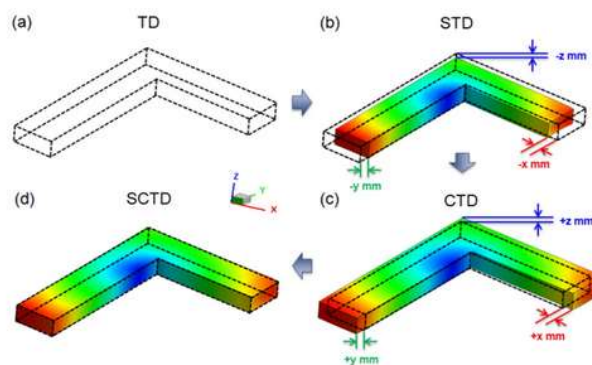

Fig.1 A schematic flowchart of 3D VSCM
Fig.1 è un modello (Forma ad "L").
Fig.1 (A) è la geometria desiderata e dimensioni del Target Design (TD); (B) è il risultato della simulazione deformazione/distorsione di Moldex3D su Simulated Target Design (STD).
Dopo la revisione, il design modificato è mostrato come Compensated Target Design (CTD) (Fig. 1 (c)).